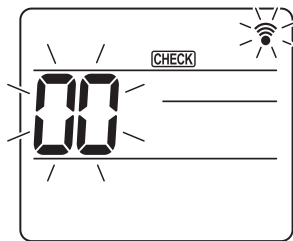
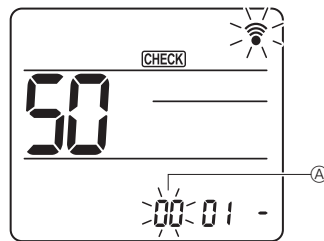
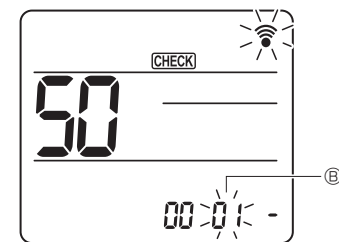
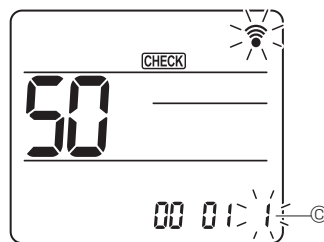

Fig. 7-16
Fig. 7-17
Fig. 7-18
Fig. 7-19
#### 7.4.2. Mediante el mando a distancia inalámbrico (Fig. 7-16, Fig. 7-17, Fig. 7-18, Fig. 7-19)
- ① Vaya al modo de selección de función
- (Inicie esta operación con la pantalla de estado del mando a distancia apagada). [CHECK] (COMPROBAR) se ilumina y "00" parpadea. (Fig. 7-16)
- ② Configuración del número de unidad
- Pulse el botón [50] para seleccionar el número de unidad ②. (Fig. 7-17)
- ③ Seleccione un modo
- Pulse el botón [50] para seleccionar el número de modo ③. (Fig. 7-18)
- ④ Seleccione el número de ajuste
- Utilice el botón [50] para cambiar el número de ajuste ④. (Fig. 7-19)
- ⑤ Para seleccionar múltiples funciones continuamente
- Repita la selección de ③ y ④ para cambiar de manera continua los ajustes de varias funciones.
- ⑥ Para seleccionar la función completa